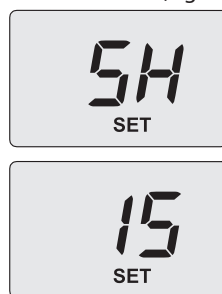

Figura 7.11
- Utilizzare il tasto 12 per cambiare questo valore in **15** e successivamente premere il tasto 14 per confermare. Sul display appare **SH** alternato al parametro potenza massima assoluta e la scritta "**SET**" (Figura 7.11).